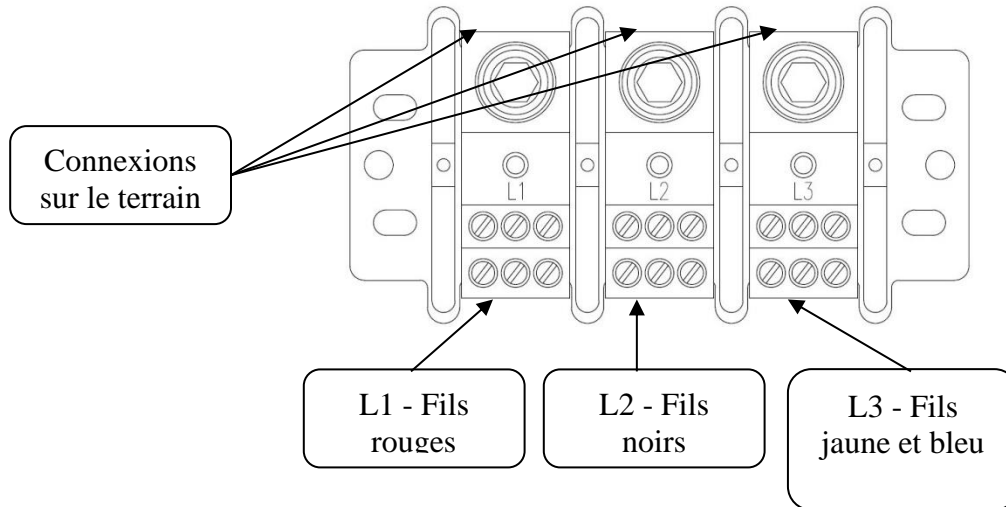

Figure 11. Connexions du bornier triphasé
1. La figure 11 montre un bornier triphasé tel qu'il a été fabriqué à l'origine. Débrancher les fils bleus et les fils jaunes de la borne L-3 du bornier.